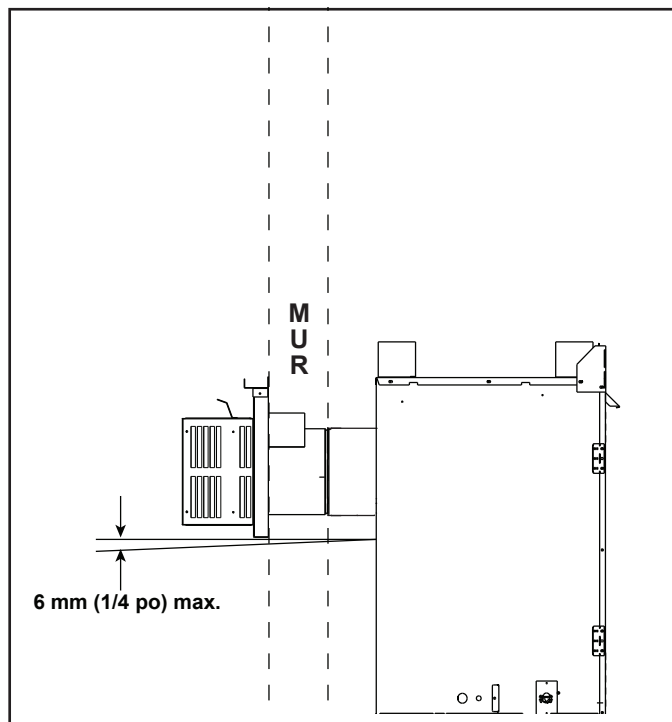

Figure 4.8
- Le chapeau de l'extrémité horizontale devrait avoir une inclinaison vers le bas de 6 mm (1/4 po) afin de permettre à toute humidité du chapeau d'être libérée. Voir la figure 4.8.